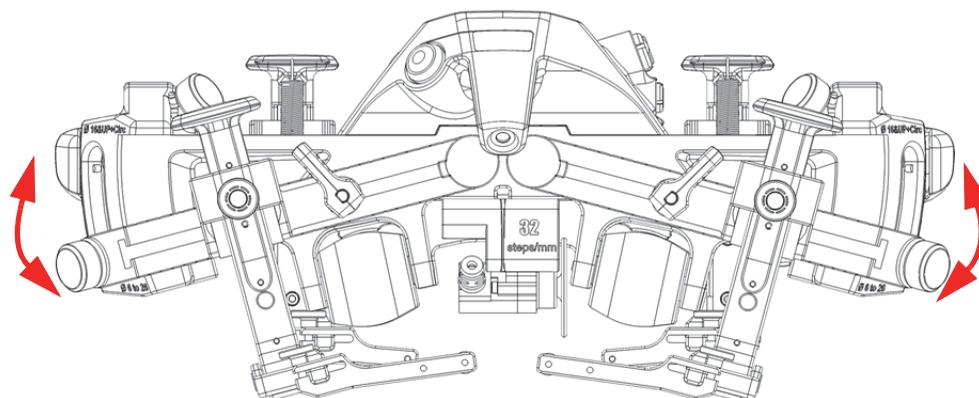

Figura 2-2 Rotaia di montaggio del supporto della sonda nella posizione inferiore
2. Ruotare le due rotaie di montaggio del supporto della sonda fino al limite massimo (Figura 2-2 a pagina 40).